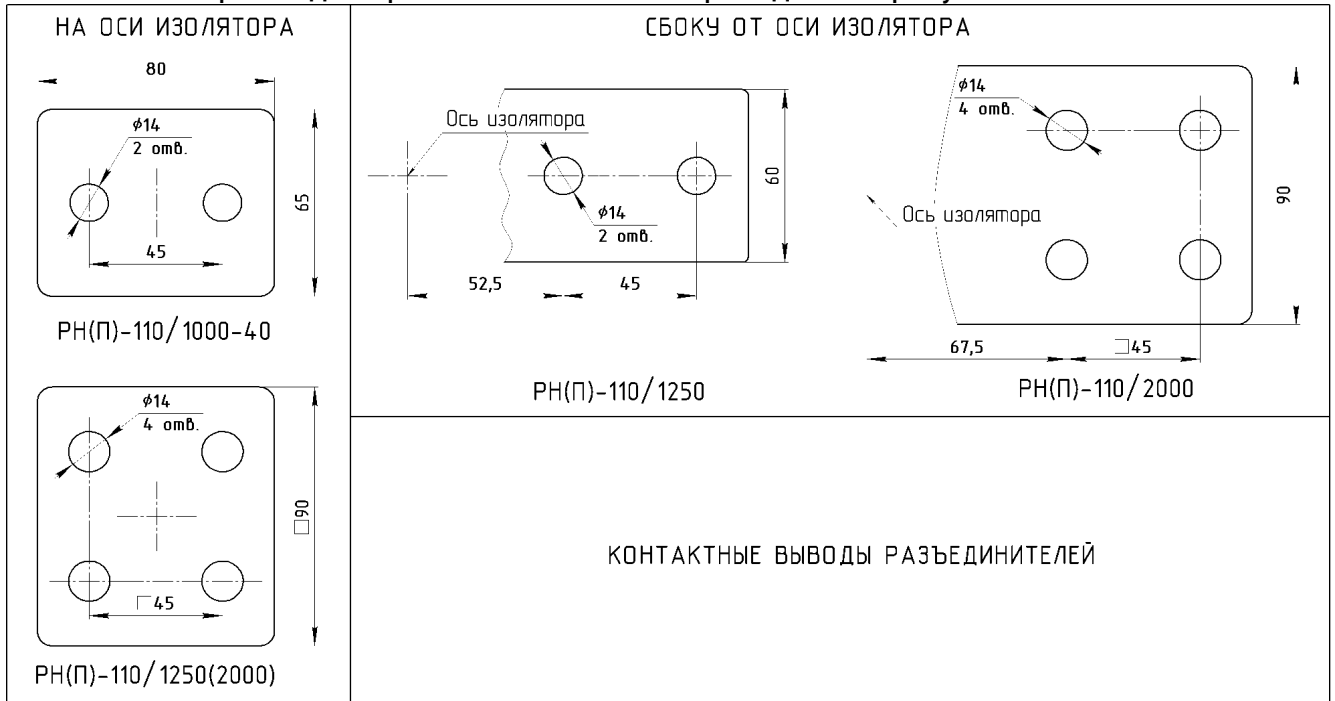

Рисунок 4 – Разметка отверстий для крепления ошиновки
4.8.1 Для разъединителя последовательной (килевой) установки применяются главные ножи с площадкой на оси изолятора (см. рисунок 4).
4.9.1 Для разъединителя ступенчато-килевой установки применяются главные ножи с площадкой на оси изолятора (см. рисунок 4).